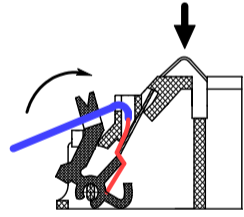

Рисунок 2
- ввести в канал провод и зафиксировать его, поджав кнопку-зажим до упора (рисунок 2);
- проверить надежность соединения для чего необходимо надавить на изгиб контакта, имитируя нажим извещателем (см. рисунок 2), и потянуть провод на себя;
- завести провод в паз, расположенный на кнопке-зажиме (рисунок 2).